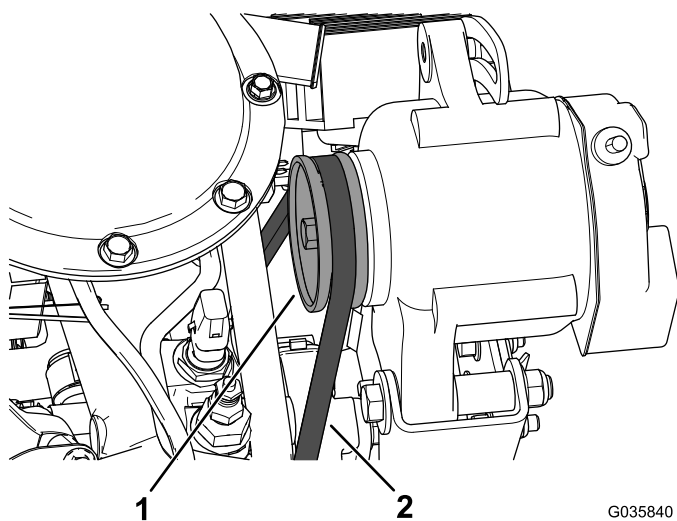

Figure 14
6. Glissez la courroie d'alternateur sur la poulie de l'alternateur (Figure 14).